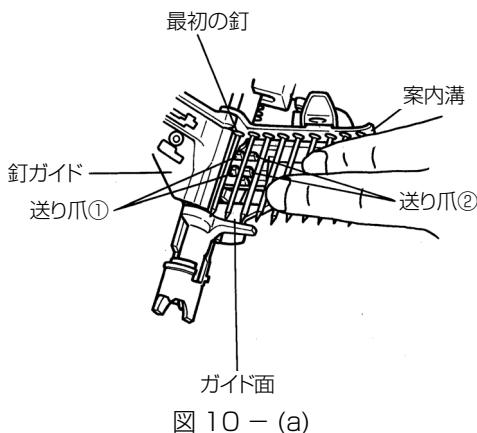

図10-(b)
釘列の最初の釘を射出口の中に入れ、2本目の釘を送り爪①、送り爪②の間に入れて釘頭が案内溝に入るようになります。(図10(a)、図10(b))